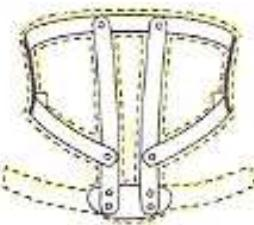
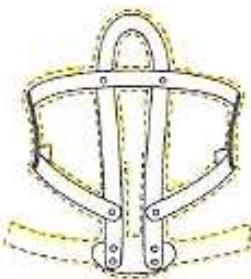

Figure 41 : CIVB-2⁽²⁷⁾
Figure 42 : CIVC-2⁽²⁷⁾
- CIVB (Figure 41) ou C (Figure 42) type 2 :